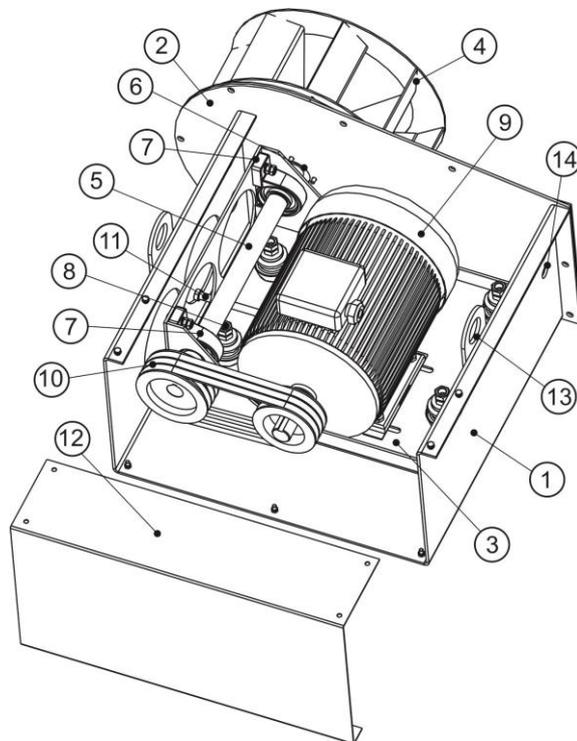

Рис. 8
Вентилятор наддува (Рис. 8) состоит из: корпуса (1) с приваренной перфорированной лобовиной (2), базы привода (3), рабочего колеса (4), вала (5), уплотнения (6), подшипниковых опор УКР 210 (7), виброизоляторов (8), электродвигателя (9), клиноременной передачи (10), винтов натяжения ремней (11), защитного кожуха (12), петель (13) поддерживающих талрепов, кабельного ввода (14).